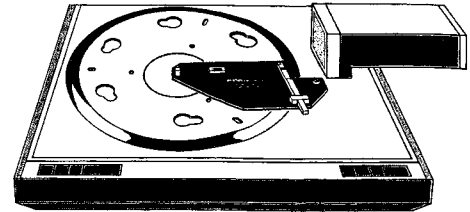

Fig. 4.2
- Einstellehre im Drehzentrum des Plattentellers auf-, sowie im Pinselloch einsetzen (Fig. 4.2).
- Place alignment gauge over the platter's center pin while at the same time inserting the guide pin on its underside into the hole of the stylus brush (fig. 4.2).
- Placez le gabarit au centre du plateau et sur le trou du pinceau (fig. 4.2).